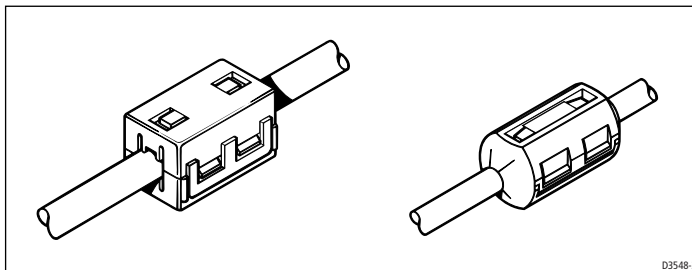

図2：典型的な抑制フェライト
- さらに、コースコンピューターのモーター接続の極性を逆にすることでステアリング方向を修正できるため、ドライブはどちらの方向を向く場合もあります（図2を参照）。